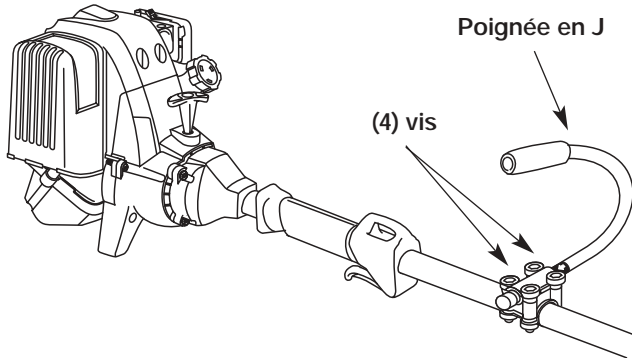

Fig. 1
1. Desserrez les quatre (4) vis en tenant la poignée en J en place (Fig. 1). Ne retirez pas complètement les vis.